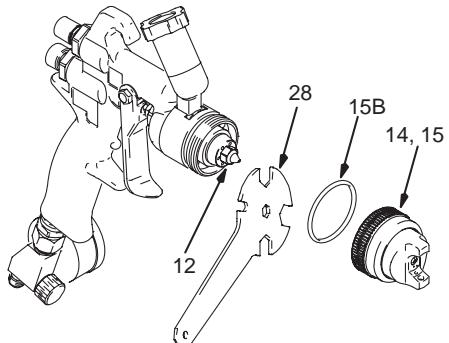

Fig. 22
3. Démonter la bague de retenue du chapeau d'air (15) et le chapeau d'air (14). Démonter et remplacer le joint (15B). (Voir Figure 22).